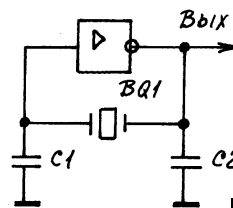

рис. 11
1. Генераторы с параллельным резонансом, или осцилляторные генераторы (рис.11), у которых условие баланса фаз обеспечивается за счет индуктивной реак-